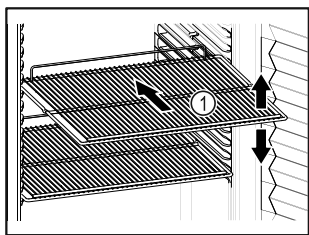

Fig. 20 Przykładowa prezentacja
- ❑ Jeśli ruszty do składowania Fig. 20 (1) są ruchome, należy je ustawić odpowiednio do wysokości.